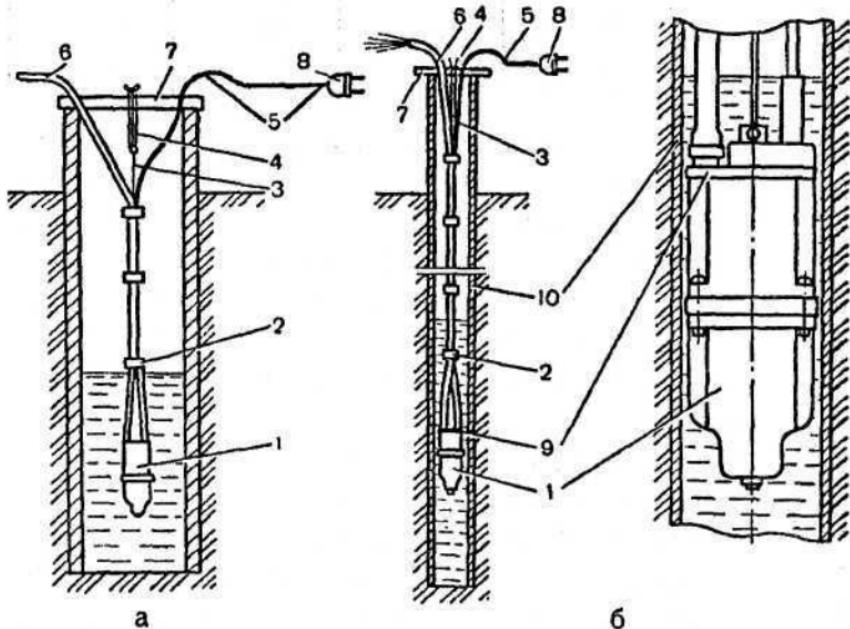

Рис. 3. Установка электронасоса «Малыш»:
• Электромагнитные (вибрационные) насосы предназначены для подъема воды из колодцев и трубчатых скважин при их непосредственном погружении в воду без предварительной заливки водой. Питаются насосы от однофазной сети переменного тока при длительном режиме работы. Пример установки электронасоса «Малыш» показан на рис. 3.